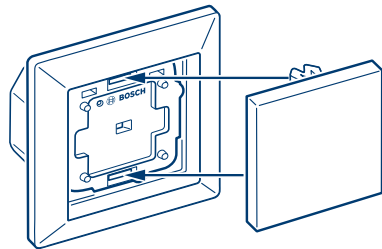

Abbildung 5
► Ist die Rollladeneuerung erfolgreich in das Smart Home System eingebunden, befestigen Sie die Wippe mit Adapter im Rahmen auf der Rollladensteuerung. Platzieren Sie den Adapter dabei so, dass die beiden Rasternasen in die vorhandenen Langlöcher passen (s. Abbildung 5).